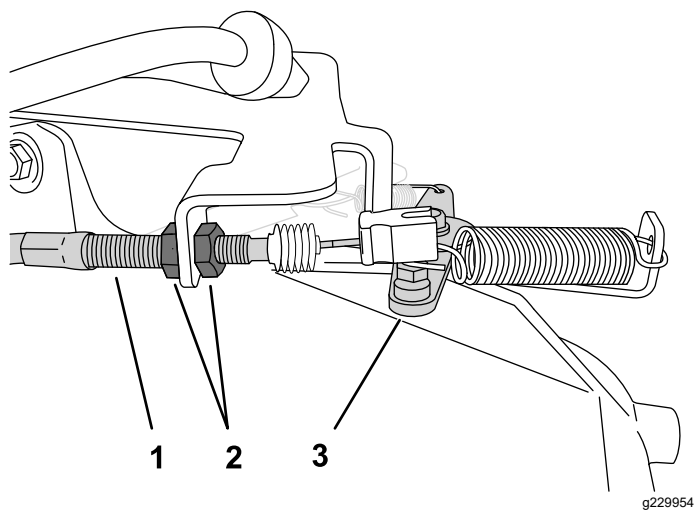

Figure 42
2. Sur la gaine du câble d'accélérateur, desserrez l'écrou de blocage avant et serrez l'écrou de blocage arrière pour augmenter le ralenti (Figure 42).